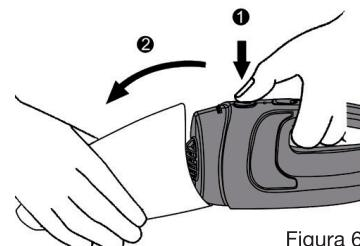

Figura 6
- Pulse el botón de apertura del depósito para separarlo del bloque del motor (figura 6).